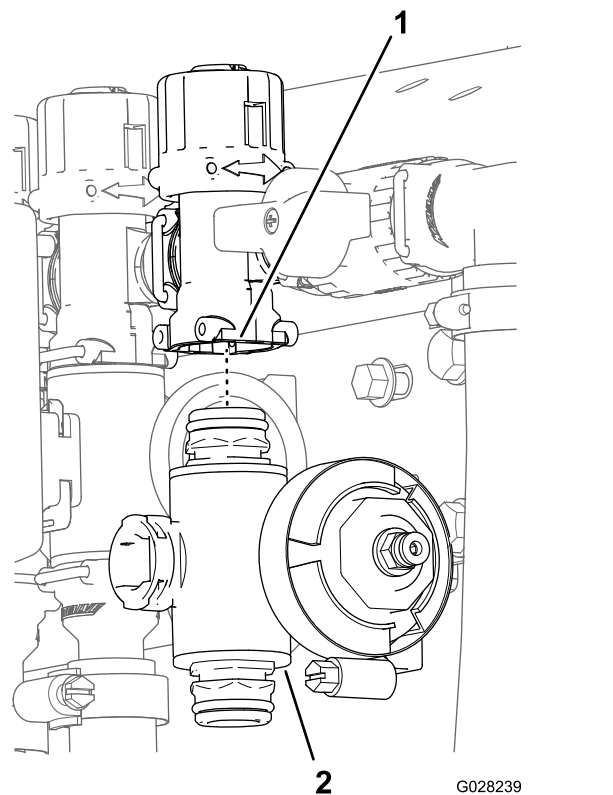

Figure 118
3. Pour les vannes de section de rampe droite et gauche, retirez les boulons à embase et les contre-écrous à embase qui fixent la ou les vannes de section au support, puis déposez le ou les collecteurs de la machine ; pour la vanne de section centrale, déposez le collecteur correspondant de la machine (Figure 118).